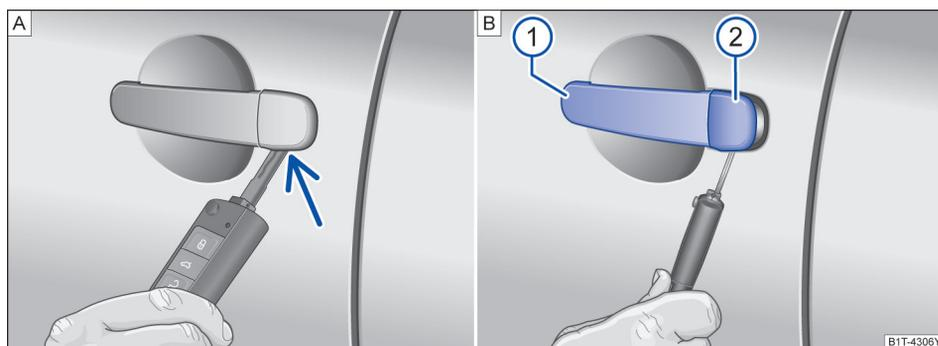

图 60 取下在驾驶员车门内车门锁的盖罩
- 拉起开门把手 ①。
- 将无线遥控钥匙的钥匙头从下面插入盖罩的开口内→图 60 ②。
- 转动钥匙以便松开盖罩并取下→图 60。